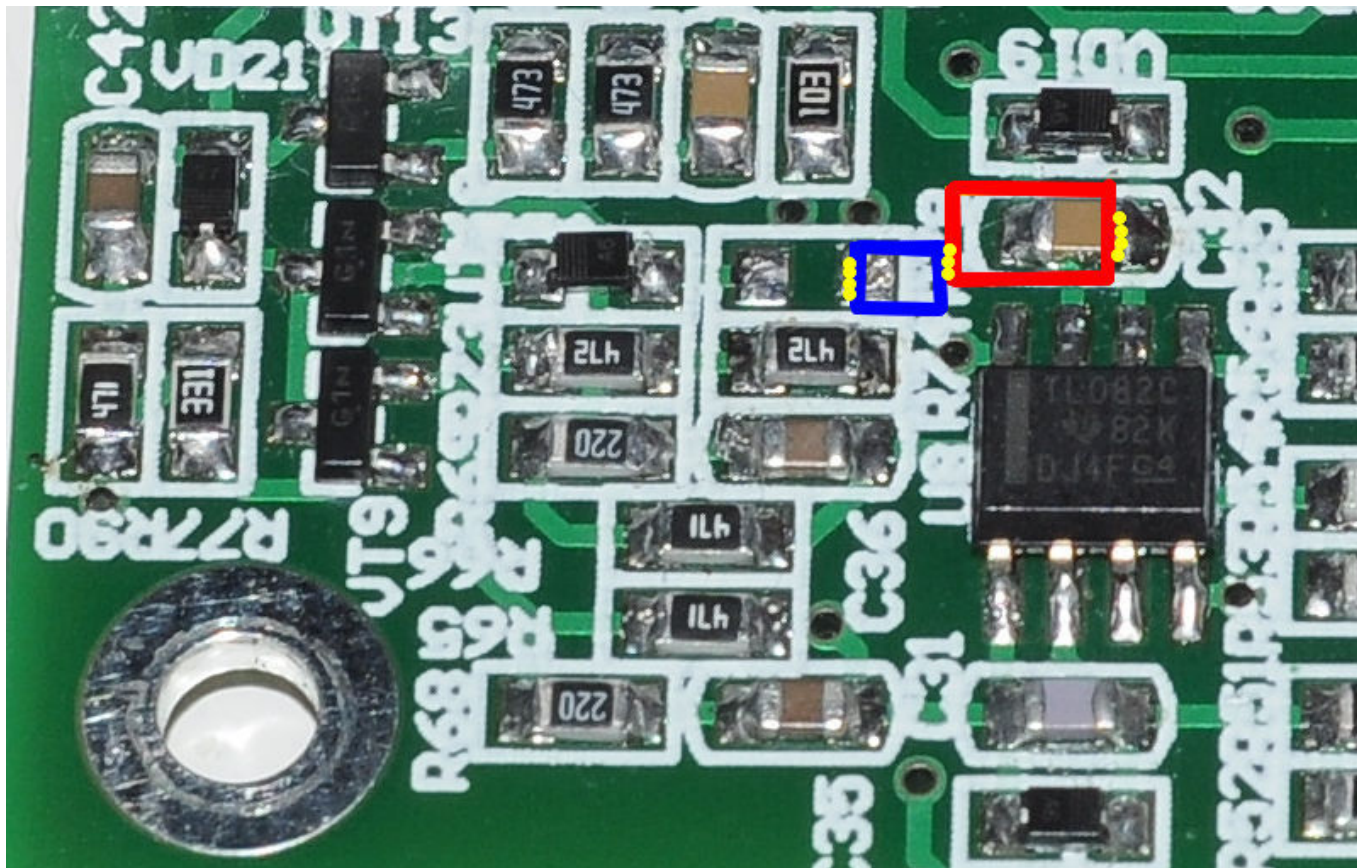

Рис. 6.
11. При переходе между двумя уровнями стабилизации тока наблюдается выброс. Для его устранения нужно добавить цепочку R98 10 кОм и C51 1 нФ. Вначале на плате над C32 монтируется резистор R98 размера 1206 (показан красным цветом на рис. 6), к нему подпаивается C51 размера 0805 (показан синим цветом на рис. 6), который вторым выводом паяется на площадку для R78.